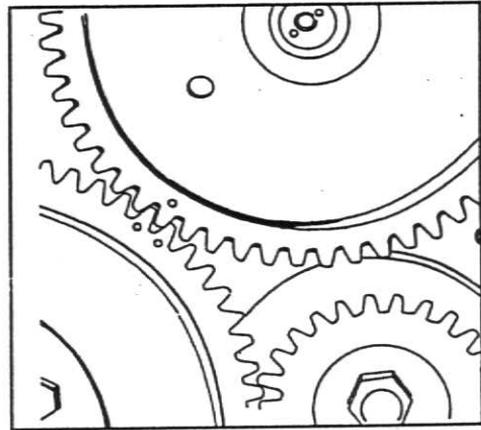

Fig. 17
11. Posicione a chaveta do eixo da bomba injetora na ranhura da engrenagem, alinhando as marcas de sincronismo com a engrenagem intermediária, fig. 17.